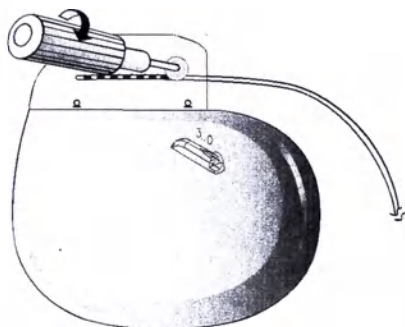

Рис. 2. Затягивание установочного винта в самозатягивающейся прокладке.
4. Полностью вставьте ключ с тарированным усилием в самозатягивающуюся прокладку блока коннектора и затяните установочный винт (Рис. 2).
Примечание: Ключ с тарированным усилием должен располагаться под тем же углом, что и установочный винт (Рис. 2).